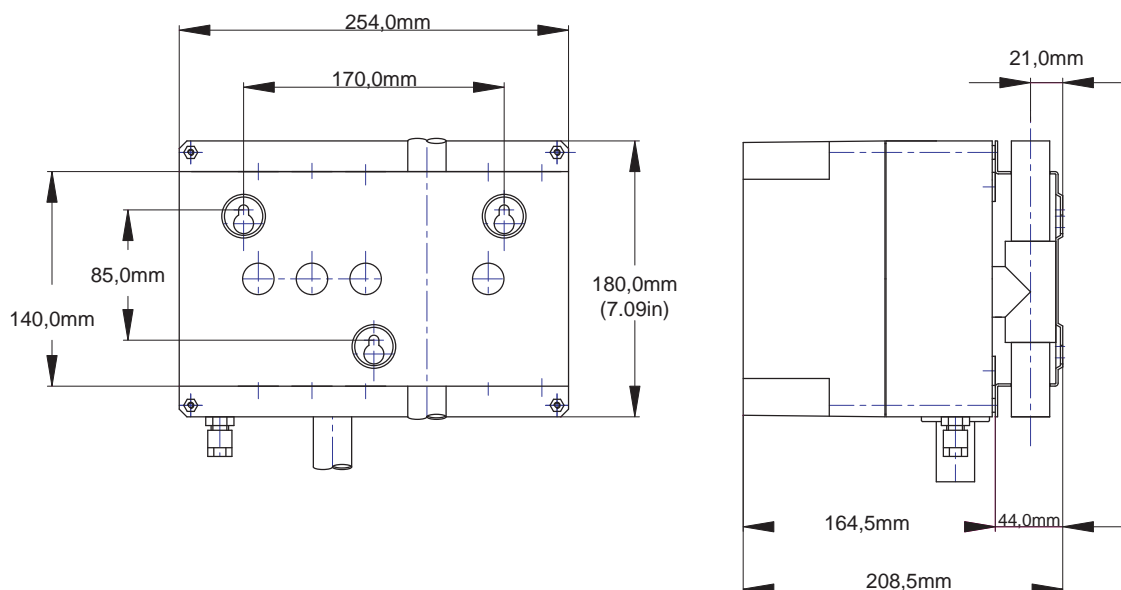

Abbildung 2-1: ICAM IFT-P Montagezeichnung und Abmessungen
1. Befestigen Sie die Rückseite sicher an einer geeigneten Wand oder Halterung, indem Sie die drei Montagepunkte verwenden: siehe die Montagezeichnungen. Siehe Abbildung 2-1 für weitere Informationen. Verwenden Sie Schrauben der Größe M6 oder M8.